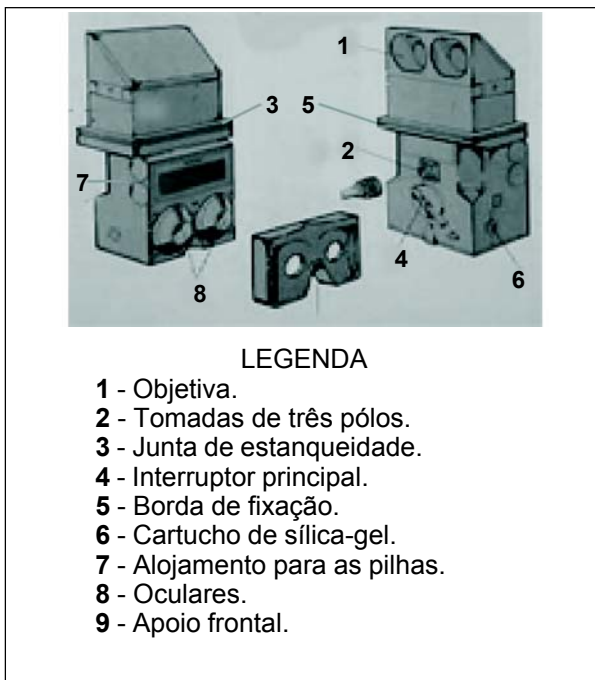

Fig 7-24. Periscópio infravermelho
**a.** O periscópio IV (Fig 7-24) possui várias maneiras de emprego, como veremos a seguir:
(1) posicionado no alojamento do periscópio central do motorista, é utilizado conjuntamente com os faróis IV e dessa forma, permite a condução do CC à noite;
(2) desembarcado e alimentado por baterias, o periscópio IV possibilita o estabelecimento de um posto de vigilância;
(3) instalado no alojamento frontal da escotilha do Cmt CC, permite a observação de um setor imposto. Nesta posição, o equipamento recebe energia de um cabo de 24V que normalmente encontra-se solto do lado esquerdo do Cmt CC.